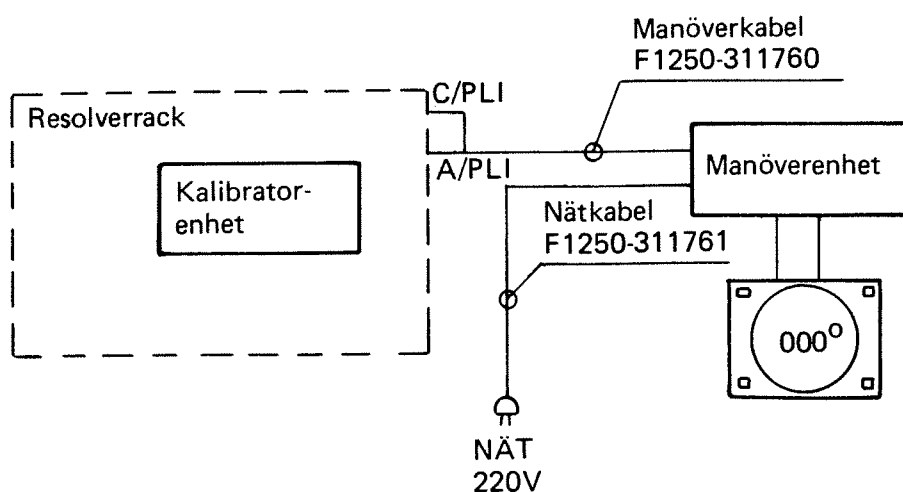

Bild 7
- Lossa indikatornheten och manövernheten vid en operatörsplats och placera dessa enheter vid resolverutrustningen. Anslut manöverkabeln F1250-311760 mellan manövernheten och resolverrackens uttag A/PL1 och C/PL1, se bild 7. Anslut därefter nätkabeln F1250-311761 mellan manövernheten och ett nätuttag, se bild 7.